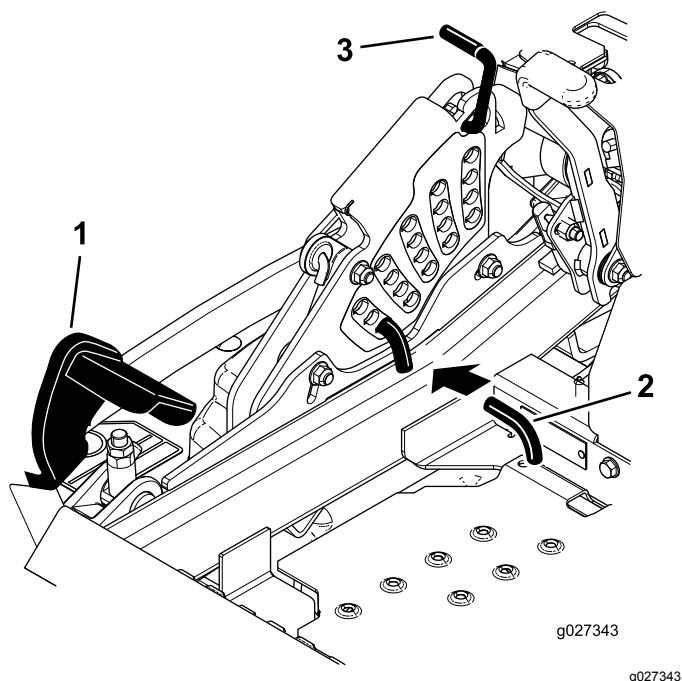

Figure 86
5. Enfoncez la pédale de levage du tablier de coupe au maximum pour verrouiller le tablier à la position TRANSPORT de 14 cm (5-1/2 po) (Figure 86).